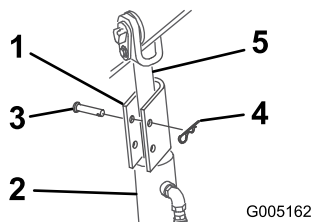

Figura 25
4. Posizionate un blocco del cilindro sull'asta di ogni cilindro di sollevamento (Figura 25).
5. Fissate ogni blocco del cilindro con un cavalletto con perno e una coppiglia (Figura 25).